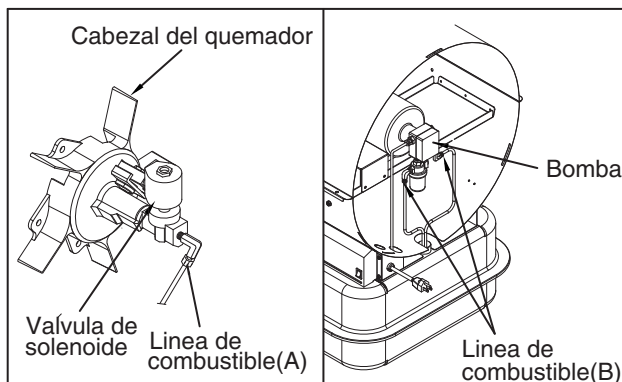

Figura 12. Apriete la Línea de Combustible
- Retire la protección del ventilador (consulte la Figura 12).
- Use una llave de 3/8 pulg. y apriete la línea de combustible (B) en la bomba y en el conjunto del filtro de combustible de la bomba.